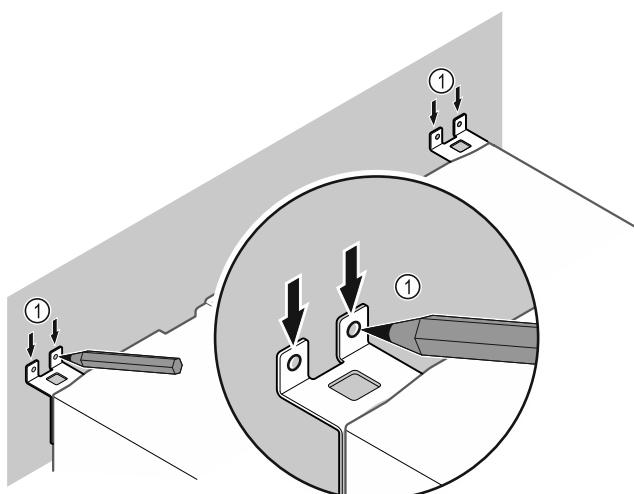

Fig. 12
- Поставете маркировки на стената Fig. 12 (1).